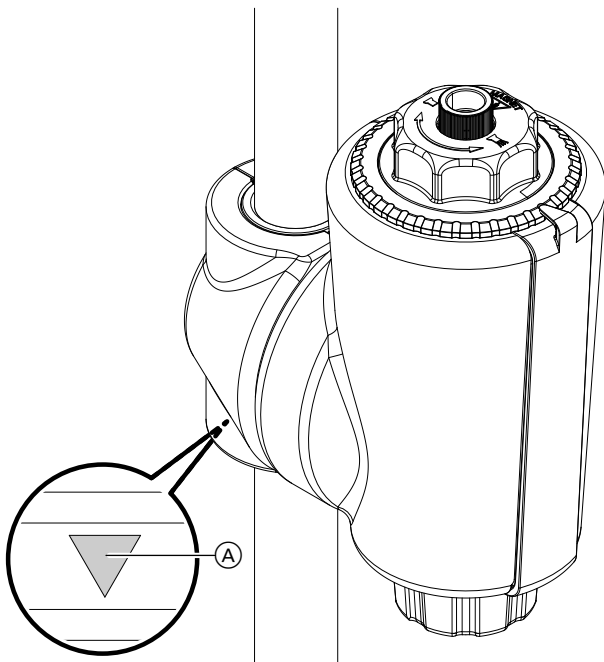

Abb. 2
- Heizungsfilter in Fließrichtung einbauen. Hierfür Richtungspfeil (A) auf dem Gehäuse beachten: Siehe Abb. 2 und 3.
- Die Hauptachse des Heizungsfilters vertikal ausrichten: Siehe Abb. 2 und 3.